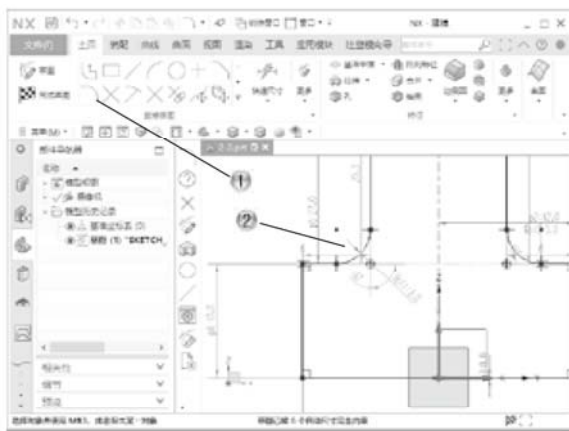

图 2-59
- ① 单击【主页】选项卡中的【圆角】按钮，如图 2-59 所示。
- ② 在绘图区中，创建半径为 3 的圆角。